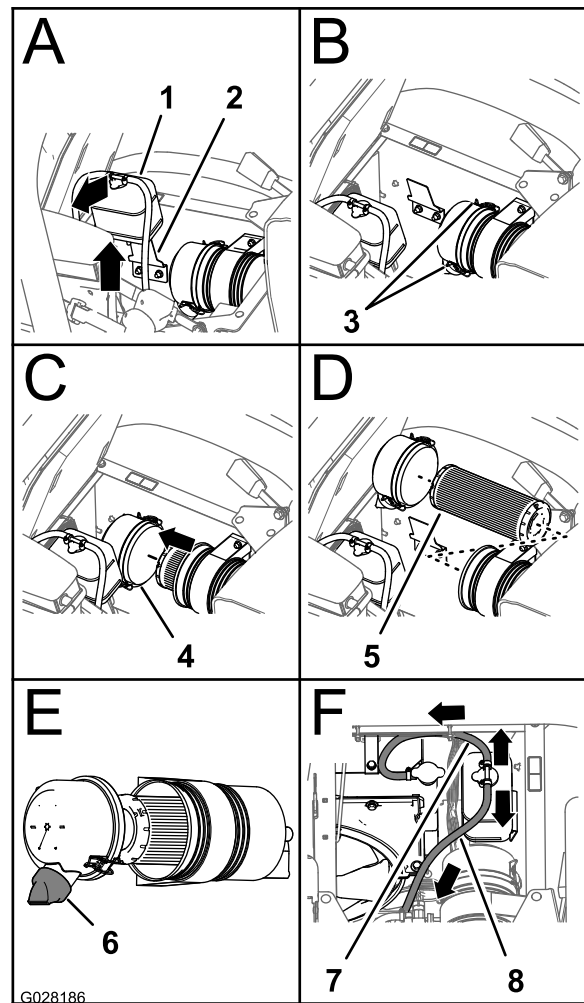

Bild 50
3. Heben Sie den Kühlmittelüberlaufbehälter hoch und von der Behälterstützstange ab (Bild 50).
4. Lösen Sie die zwei Riegel, mit denen der Staubdeckel am Luftfiltergehäuse befestigt ist (Bild 50).
6. Wischen Sie die Innenseite des Staubdeckels, des Luftfiltergehäuses und des Staubventils mit einem feuchten Lappen ab (Bild 49 und Bild 50).
7. Setzen Sie den neuen Luftfiltereinsatz in das Luftfiltergehäuse ein (Bild 50).
8. Setzen Sie die Abdeckung auf das Luftfiltergehäuse und befestigen die Abdeckung mit den zwei Riegeln (Bild 50).
Hinweis: Stellen Sie sicher, dass das Staubventil zwischen der 5-Uhr- und 7-Uhr-Stellung ist (aus Sicht vom Ende) (Bild 50).
9. Fluchten Sie den Kühlmittelüberlaufbehälter mit der Behälterstützstange aus und setzen den Behälter fest ein (Bild 50).
Wichtig: Stellen Sie sicher, dass der Druckbegrenzungsschlauch nach vorne und unten und der Behälterentlüftungsschlauch nach hinten verlegt ist, wie in Bild 50 abgebildet.